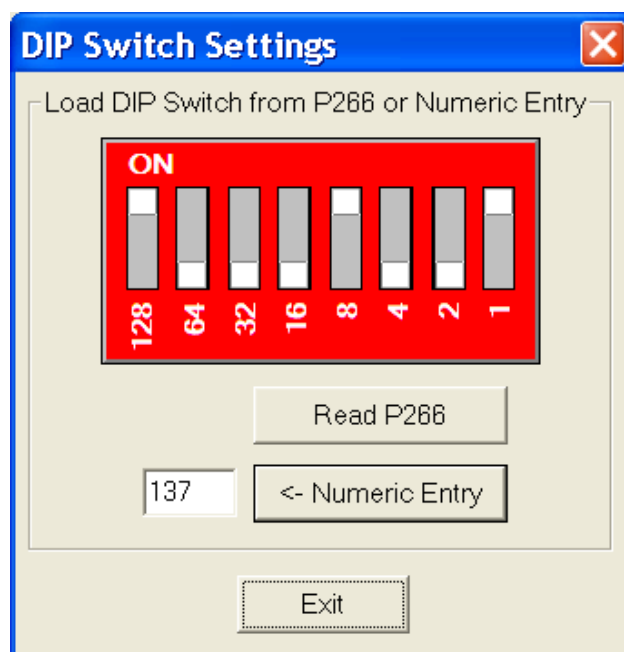

Figure 53 : « Numeric Entry »(entrée numérique)
- **Numeric Entry** (Entrée numérique) : en cliquant sur ce bouton, la valeur entrée dans le champ s'affiche comme sa valeur équivalente sur le commutateur DIP. Dans l'exemple en Figure 53, une valeur de **137** est entrée, suivie d'un clic sur **Numeric Entry** (Entrée numérique).